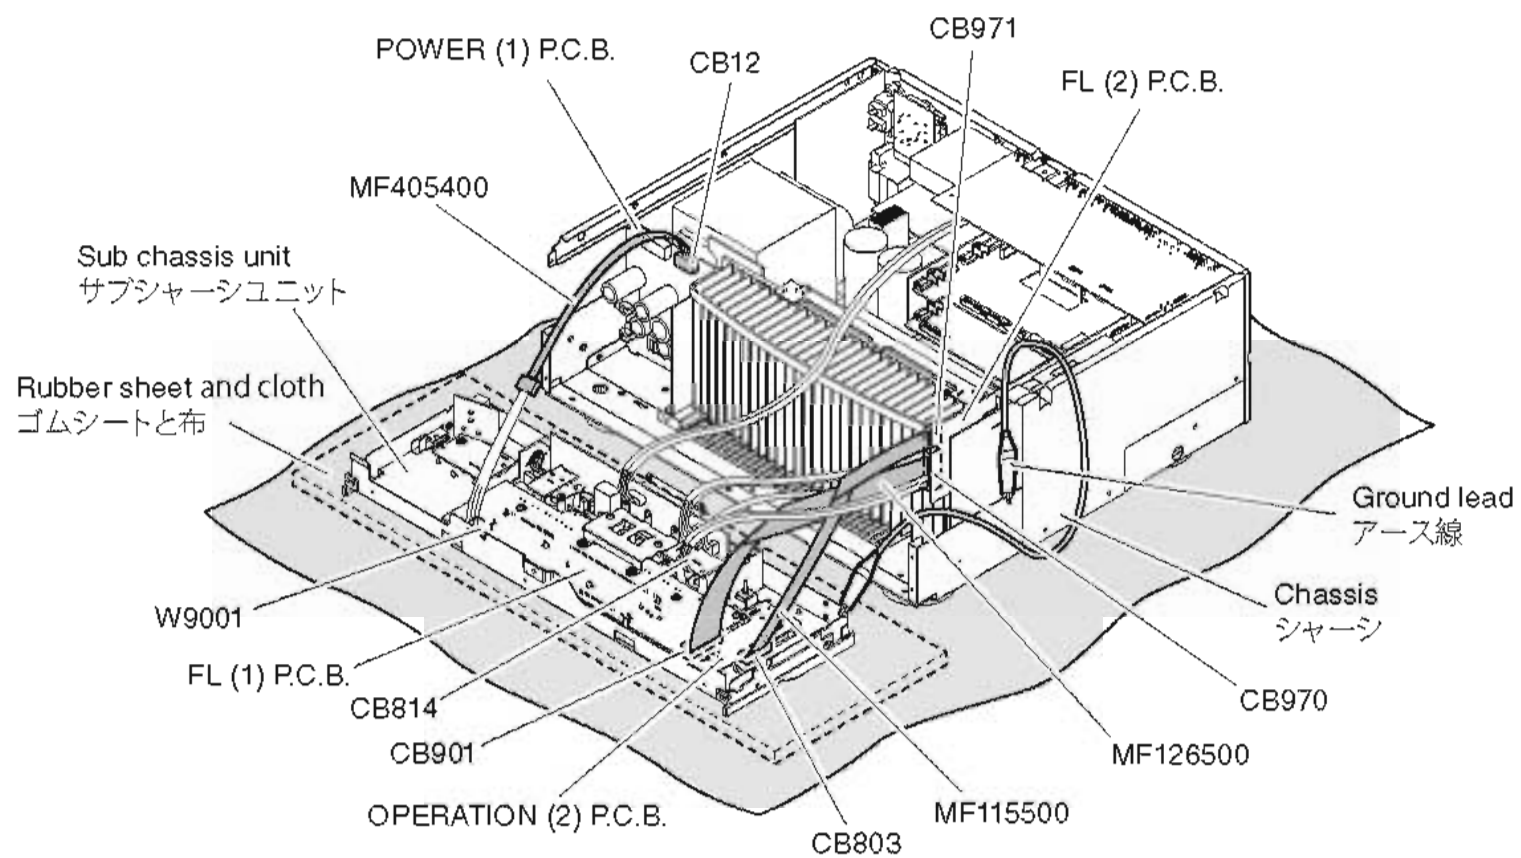

Fig. 3
- Spread the rubber sheet and the cloth. Then place the sub chassis unit on the cloth and check it. (Fig. 3)
- Connect the ground point of the sub chassis unit to the chassis with a ground lead or the like. (Fig. 3)
- ゴムシートと布を敷き、その上にサブシャーシユニットを置いてチェックします。(Fig.3)
- サブシャーシユニットのアースをアース線等でシャーシに接続してください。(Fig.3)